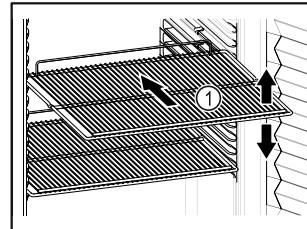

Fig. 86 Beispielhafte Darstellung
- Wenn Ablageflächen Fig. 86 (1) versetzbare sind, Ablageflächen je nach Höhe anpassen.